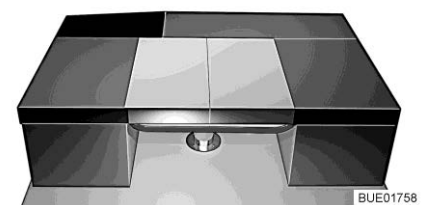

Bild 162 Efter ombyggnaden
- Lägg sidosittbänkens ryggdyna längs på bordet (se Bild 162).